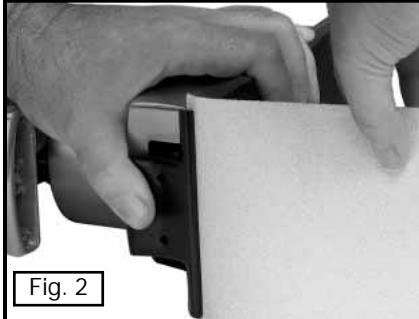

Fig. 2
1. Empuje el clip delantero hacia la base y meta un extremo de la hoja abrasiva bajo la abrazadera como está ilustrado en la Fig. 2.